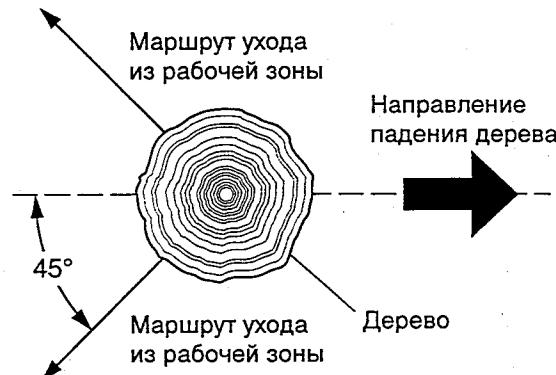

Рис. 12. Маршрут ухода от падающего дерева
3. Прежде чем валить дерево, запланируйте и расчистите маршрут ухода из рабочей зоны. Такой маршрут должен быть проложен в направлении, противоположном запланированному направлению падения дерева, под углом 45° к нему (рис. 12).